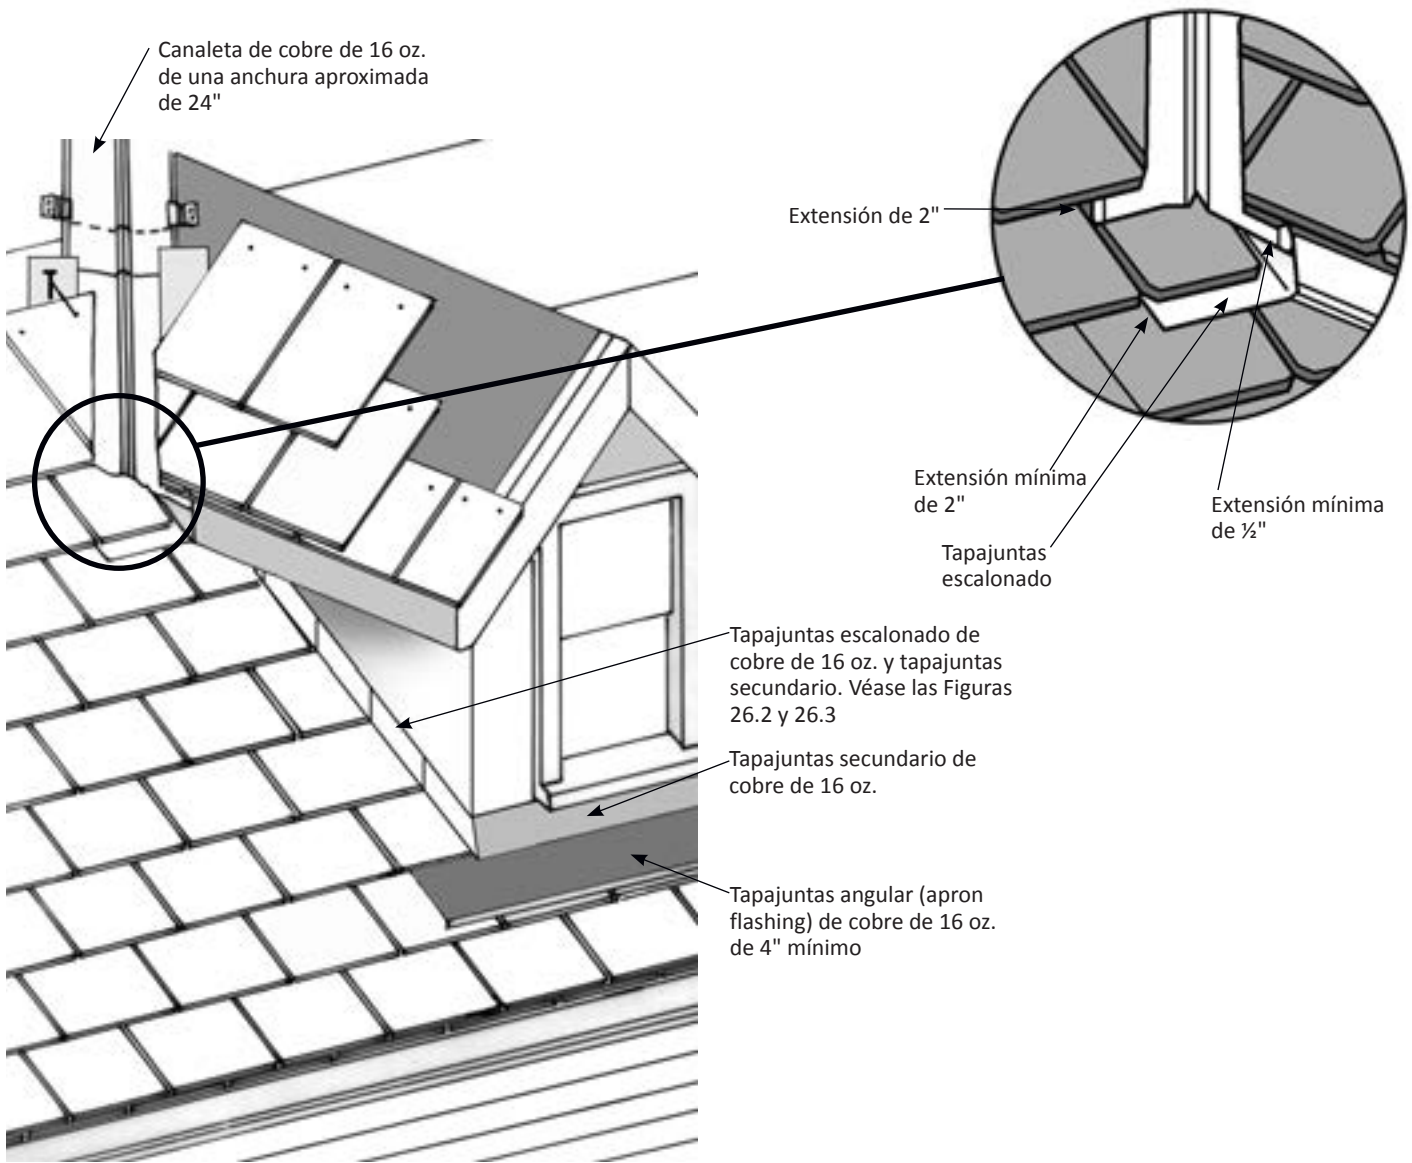

Figura 27.1: Limahoya abierta en el encuentro del tejado principal con el tejado de la buhardilla
1. Las tejas del tejado principal deben instalarse hasta el punto justamente por encima del extremo inferior de la limahoya, donde la limahoya y el tejado principal se juntan. A lo largo del encuentro del tejado y la pared, se tiene que usar los tapajuntas escalonados o de canaleta y la última teja de la hilera debe ajustarse firmemente contra la pared de la buhardilla (Véase la figura 27.1).